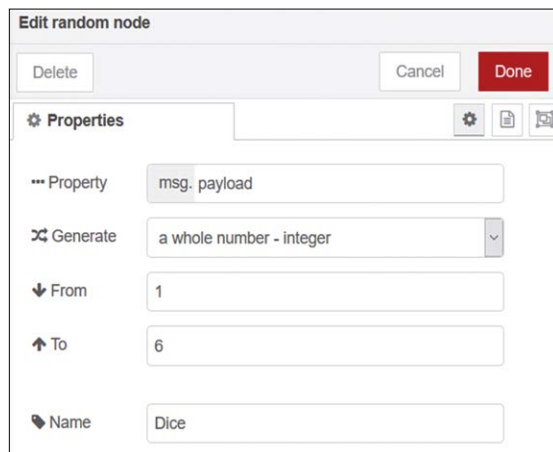

Figure 4.23 Générer des nombres aléatoires entre 1 et 6
- Créer un **aléatoire** node et nommez-le comme Dice. Double-cliquez pour l'éditer et définir pour générer des nombres entiers entiers entre 1 et 6 comme indiqué dans la figure 4.23. Cliquez **Terminé**